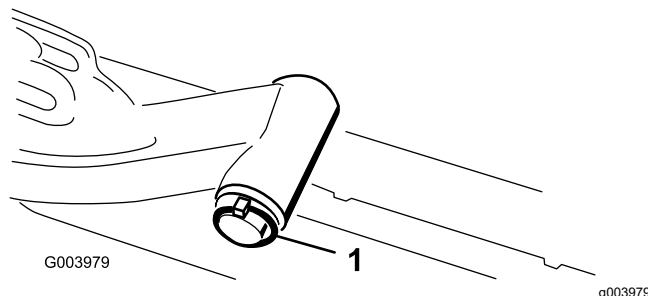

Figure 8
- A. Retirez la goupille à anneau et la rondelle qui fixent l'axe de pivot du bras de levage au bras de levage, et sortez l'axe de pivot du bras (Figure 8).
- C. Insérez l'axe du bras de levage dans le bras et fixez-le à l'aide de la rondelle et de la goupille à anneau (Figure 8).